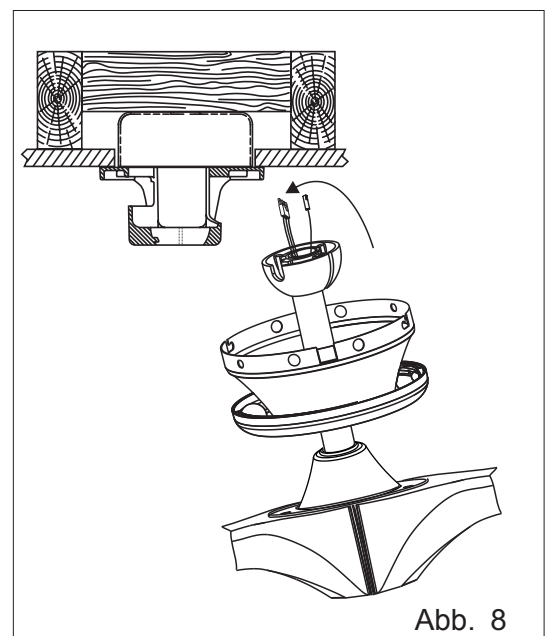

Abb. 8
15. Stellen Sie sicher, dass die Nut in der Kugel richtig an der Lasche an der Aufhängerhalterung ausgerichtet ist (Abbildung 8).